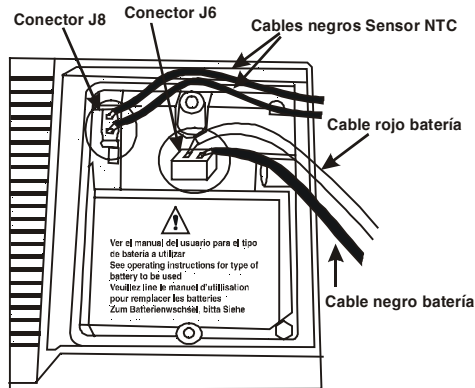

Figura 16.- Compartimento de la batería
5. Conectar la batería al conector J6 visible junto al receptáculo de la batería así como el cable del sensor NTC al conector J8 (ver figura 16). Cada conector permite una única posición.